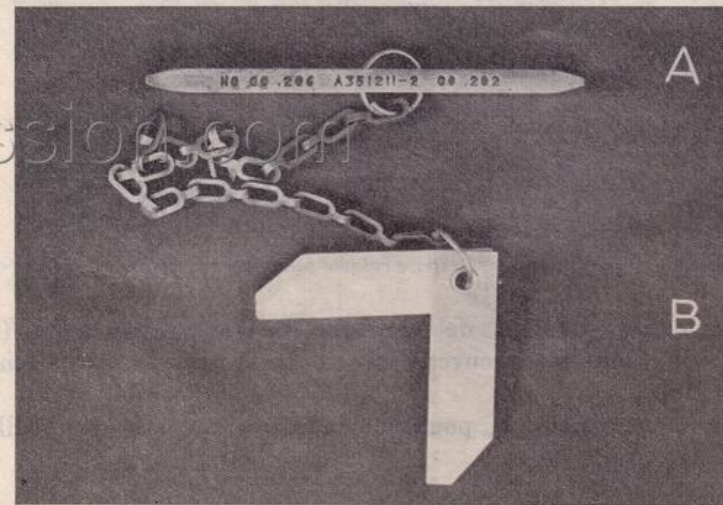

Figure 5. — Calibres de vérification de la feuillure et de la mise de feu.
(1) Ces opérations peuvent se faire dans l'obscurité sans regarder ce qui est écrit sur le calibre.
## 7. RÉGLAGE DE LA MISE DE FEU (1) [fig. 5 B, 8 et 9]